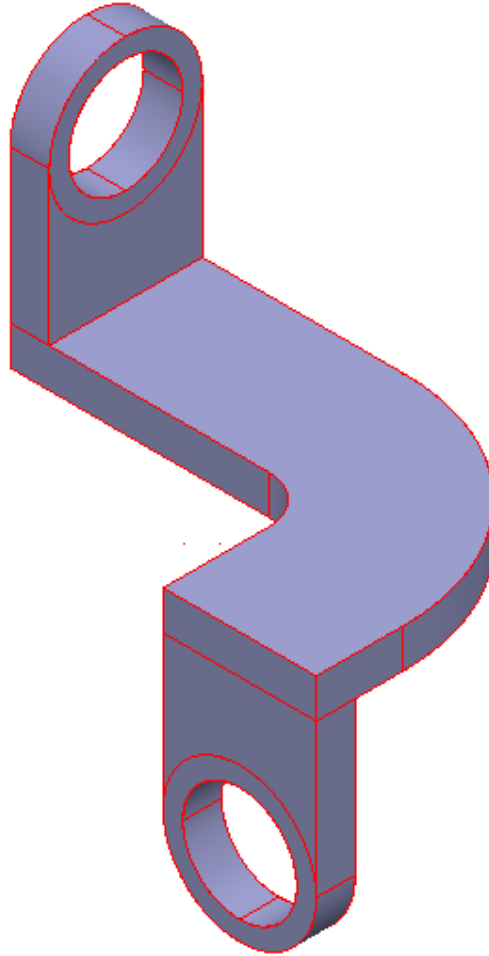

Figura 2.100 Guía de flechas.
- Seleccionar el menú Operaciones con Sólidos , seleccionar la opción Borrar el sólido, superficie o símbolo seleccionado desde el sólido activo , borrar la línea de construcción (Figura 2.100).